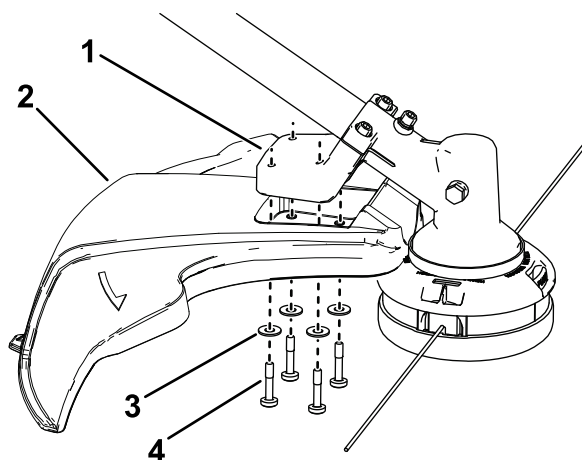

Figure 4
1. Placez le déflecteur de la débroussailleuse sous le support, comme montré à la Figure 4.
2. Fixez le déflecteur sur la débroussailleuse à l'aide des 4 rondelles et des 4 boulons, comme montré à la Figure 4.